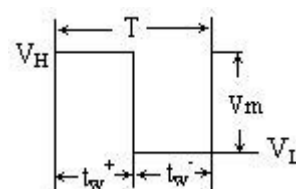

图 7 方波信号参数
(2) 信号为 $V_{ip-p}=4V$ 、 $f_i=50KHz$ ，示波器采用双通道工作，分别调节 CH1 和 CH2 的 Y 灵敏度和上下位移，使显示波形高度和位置适中，调节 X 灵敏度，使波形显示 1~2 个周期，如图 7 所示，用光标法测出 t_ϕ ，则 V_o 滞后于 V_i 的相位差 $\Phi=360^\circ \cdot t_\phi / T$ 。